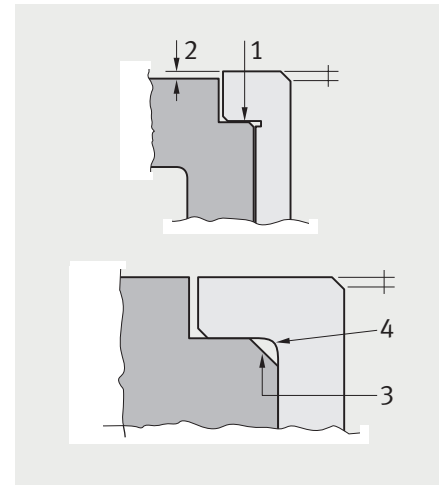

Abb. 3: Bundauflage der Zylinderlaufbuchse im Zylinderblock
Die Bundunterseite der Zylinderlaufbuchse muss in der Sitzfläche der Blockausbohrung aufsitzen (Abb. 3). Der Kantenbruch (3) im Gehäuse muss der Ausrundung (4) an der Zylinderlaufbuchse entsprechen. Daher muss die Bohrung im Block am Sitzübergang mit ca. 1 mm abgekantet werden. Ansonsten würde der Zylinderlaufbuchsenbund reißen.
- Planschleifen der Dichtfläche des Blocks, da trockene Bundbuchsen mit der Blockoberfläche bündig sein müssen und keinen Überstand (2) aufweisen dürfen (Abb. 3)